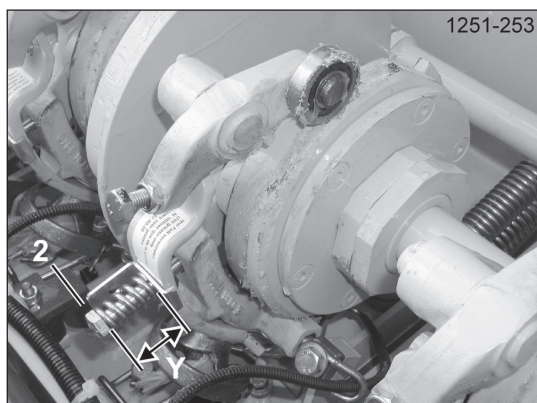

Рисунок 90
- Скорректируйте отклонения при помощи винта [2] (Рисунок 90).